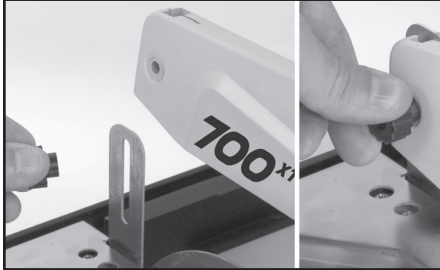

FIGURA 7
5. Deslice la parte trasera del protector del disco de corte hacia abajo donde está el soporte del disco de corte (ver la FIGURA 7).
6. Vuelva a colocar la perilla en el protector del disco de corte, mientras con mucho cuidado sostenga el perno a la derecha en su lugar, después ajústela (ver la FIGURA 7).